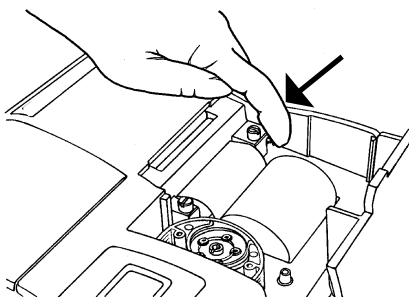

Fig. 2-6 Botón de avance del papel
- Para hacer avanzar el papel tras la instalación inicial, presione el botón rojo de avance del papel situado en la parte izquierda de la impresora (Vea Fig. 2-6).